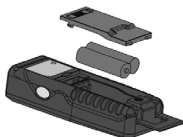

Fig. 14: Sustitución de las pilas internas
1. Desplace hacia la derecha el bloque de la cubierta de tapa de las pilas y retire el mismo (vea la Fig. 14)